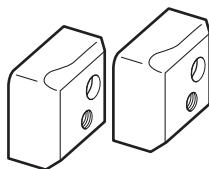
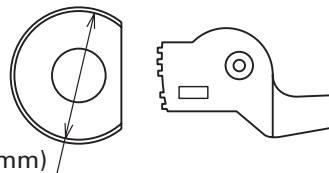

Fig. 25
Fig. 26
| (1) Couteau (Fig. 25)(No. de code 319706) * Un jeu renfermant 2 pièces | (2) Ensemble de rouleau central (D 50)(Fig. 26)(No. de code 321446) * Il s'utilise pour modifier le diamètre de courbure d'une barre béton (diamètre de courbure: ø50 mm). |